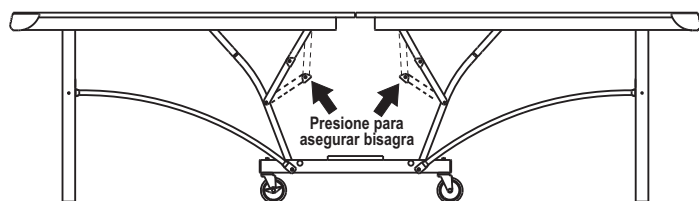

Figura 7
3. Asegure las cuatro bisagras. Ver Figura 7.
1. Ponga la mesa en posición para de juego y asegure las bisagras como se muestra en la Figura 7.